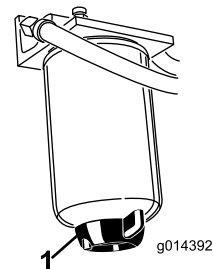

Figura 36
Drene el agua y otros contaminantes del separador de agua (Figura 36) a diario. Cambie el cartucho del filtro después de cada 400 horas de operación.
2. Afloje el tapón de vaciado en la parte inferior del cartucho del filtro (Figura 36).